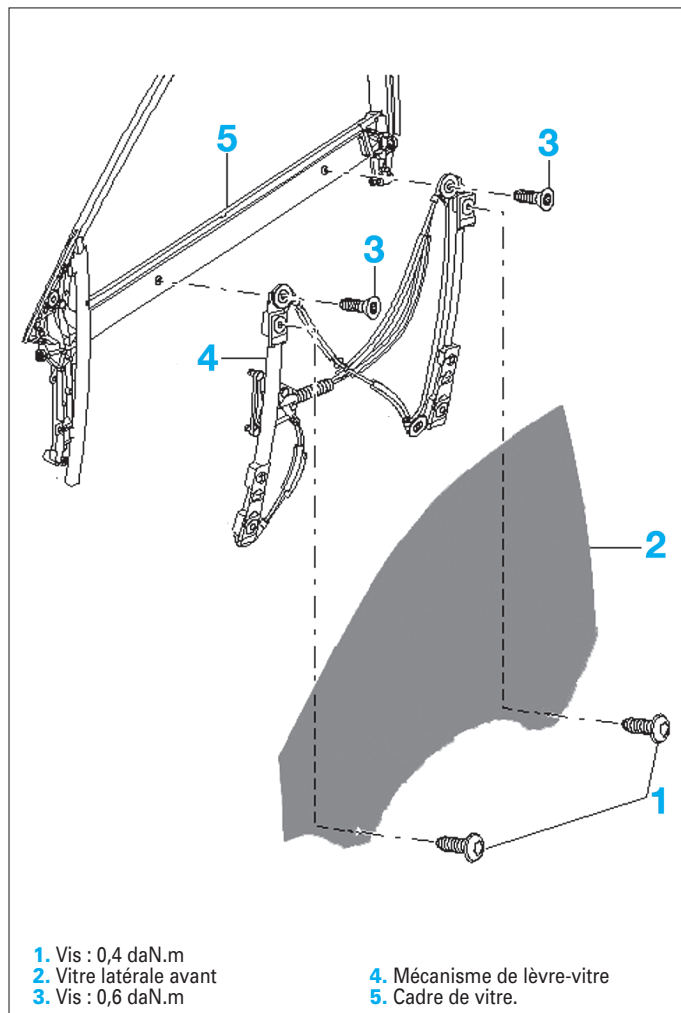

FIG. 62
- Déposer les vis (1) (Fig.62).
- Récupérer la vitre (2).
- Déposer les vis (3) (Fig.62).
- Récupérer le mécanisme (4)